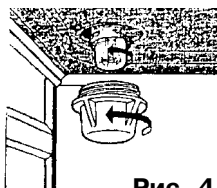

Рис. 4
7.4.8 Для замены лампы устройства освещения необходимо отключить плиту от сети и снять стеклянный плафон, повернув его против хода часовой стрелки (рис. 4). После замены лампы установите стеклянный плафон обратно.